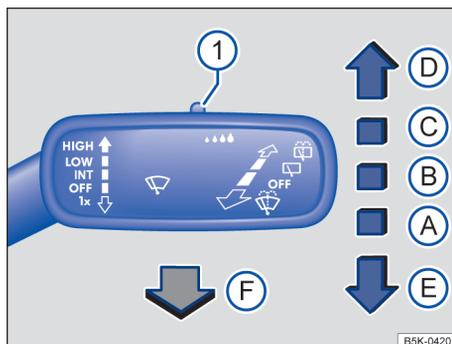

图 112 前车窗刮水器操纵杆操作位置
- ▲ ⓘ 使用开关→图 112①调节雨量传感器的灵敏度。
- 向下短按车窗玻璃刮水器操作杆 → 图 112 **Ⓢ**。